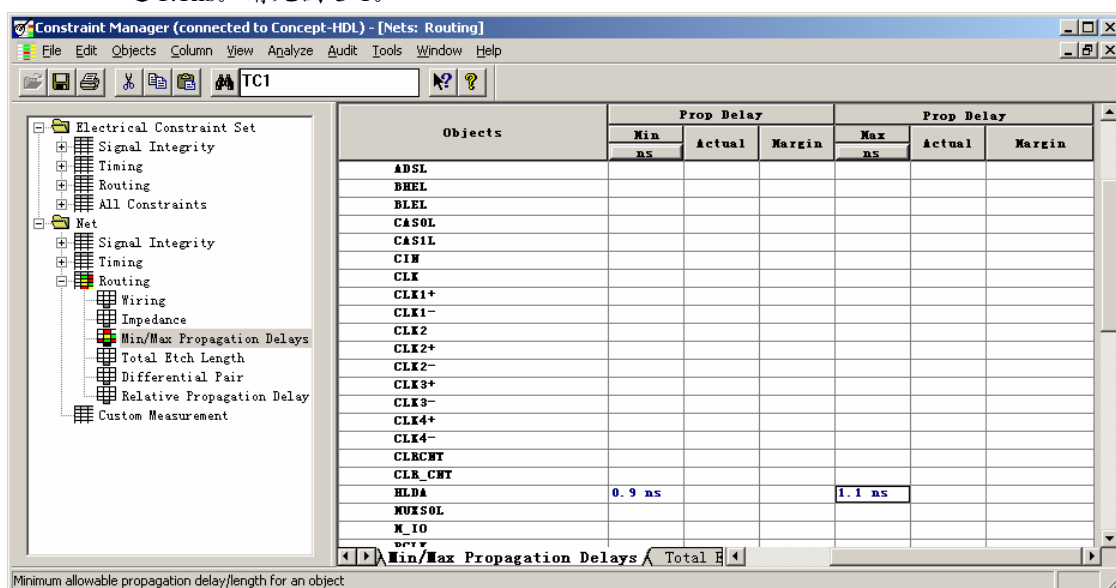

图3-1 约束管理器—最小最大传输延迟
14. 在【Prop Delay】列下面的【Max】列, 输入最小值“1.1”, 注意缺省单位是“ns”, 意即网络“HLDA”上的信号到达任何一个目标最大传输延迟不能超过1.1ns。请见图3-1。